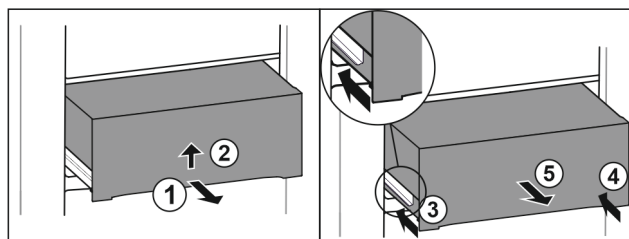

Fig. 32
- Zásuvku napůl vytáhněte. Fig. 32 (1)
- Zvedněte zásuvku na spodní straně. Fig. 32 (2)
- Zasuňte levou kolejničku. Fig. 32 (3)
- Zasuňte pravou kolejničku. Fig. 32 (4)
- Vyjměte zásuvku dopředu. Fig. 32 (5)